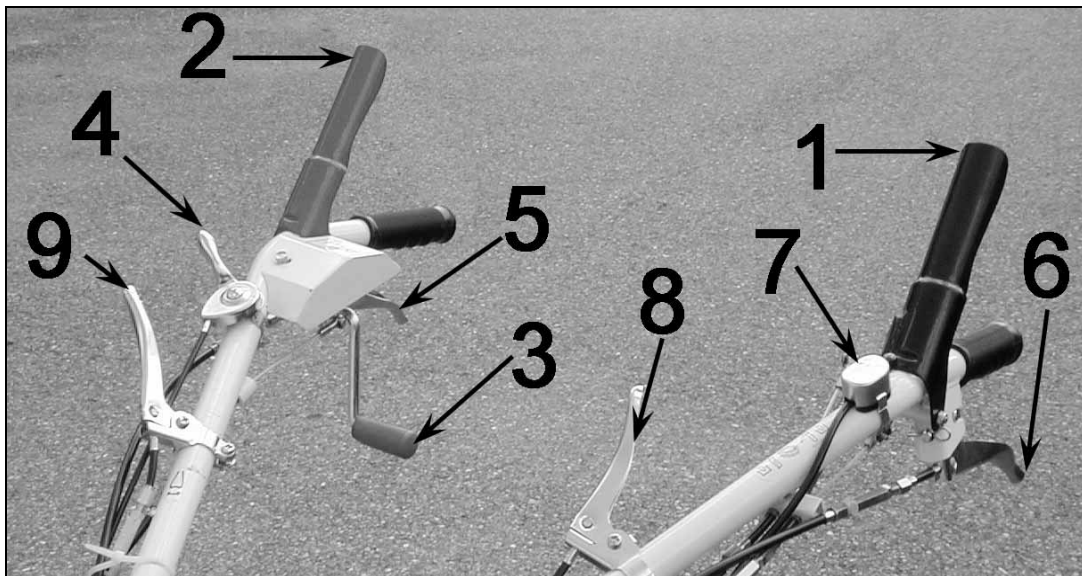

Figura 8
- Abbassare verso il manubrio la leva di sicurezza della frizione rotore (2 Figura 8), quindi sollevare gradualmente la leva frizione rotore (3 Figura 8) per mettere in tensione la cinghia e trasmettere potenza al rotore lame.
- Abbassare verso il manubrio la leva della frizione avanzamento (1 Figura 8), per iniziare il lavoro .
- Rilasciare le leve della frizione avanzamento (1, Figura 8) e della frizione lama (2, Figura 8).
- Riportare il comando dell'acceleratore (4, Figura 8) al minimo e lasciare girare il motore per farlo raffreddare un po'.
- Spostare il comando dell'interruttore arresto motore (7, Figura 8) su "OFF" per spegnere il motore.